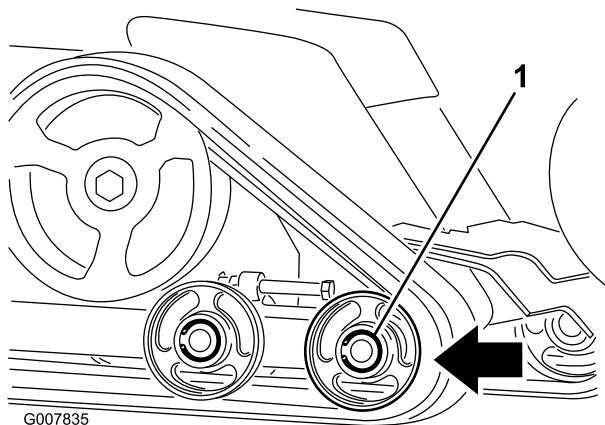

Figura 57
6. Empurre a roda de estrada dianteira para trás o máximo possível (Figura 57).
8. Quando a lagarta estiver fora da roda de estrada, retire-a da máquina (Figura 57).
9. Começando na roda motora de transmissão, enrole a nova lagarta em torno da roda motora, assegurando que as porcas da lagarta se encaixam nos espaçadores da roda motora (Figura 57).
10. Empurre a lagarta para debaixo e para o meio das rodas de estrada traseira e central (Figura 57).